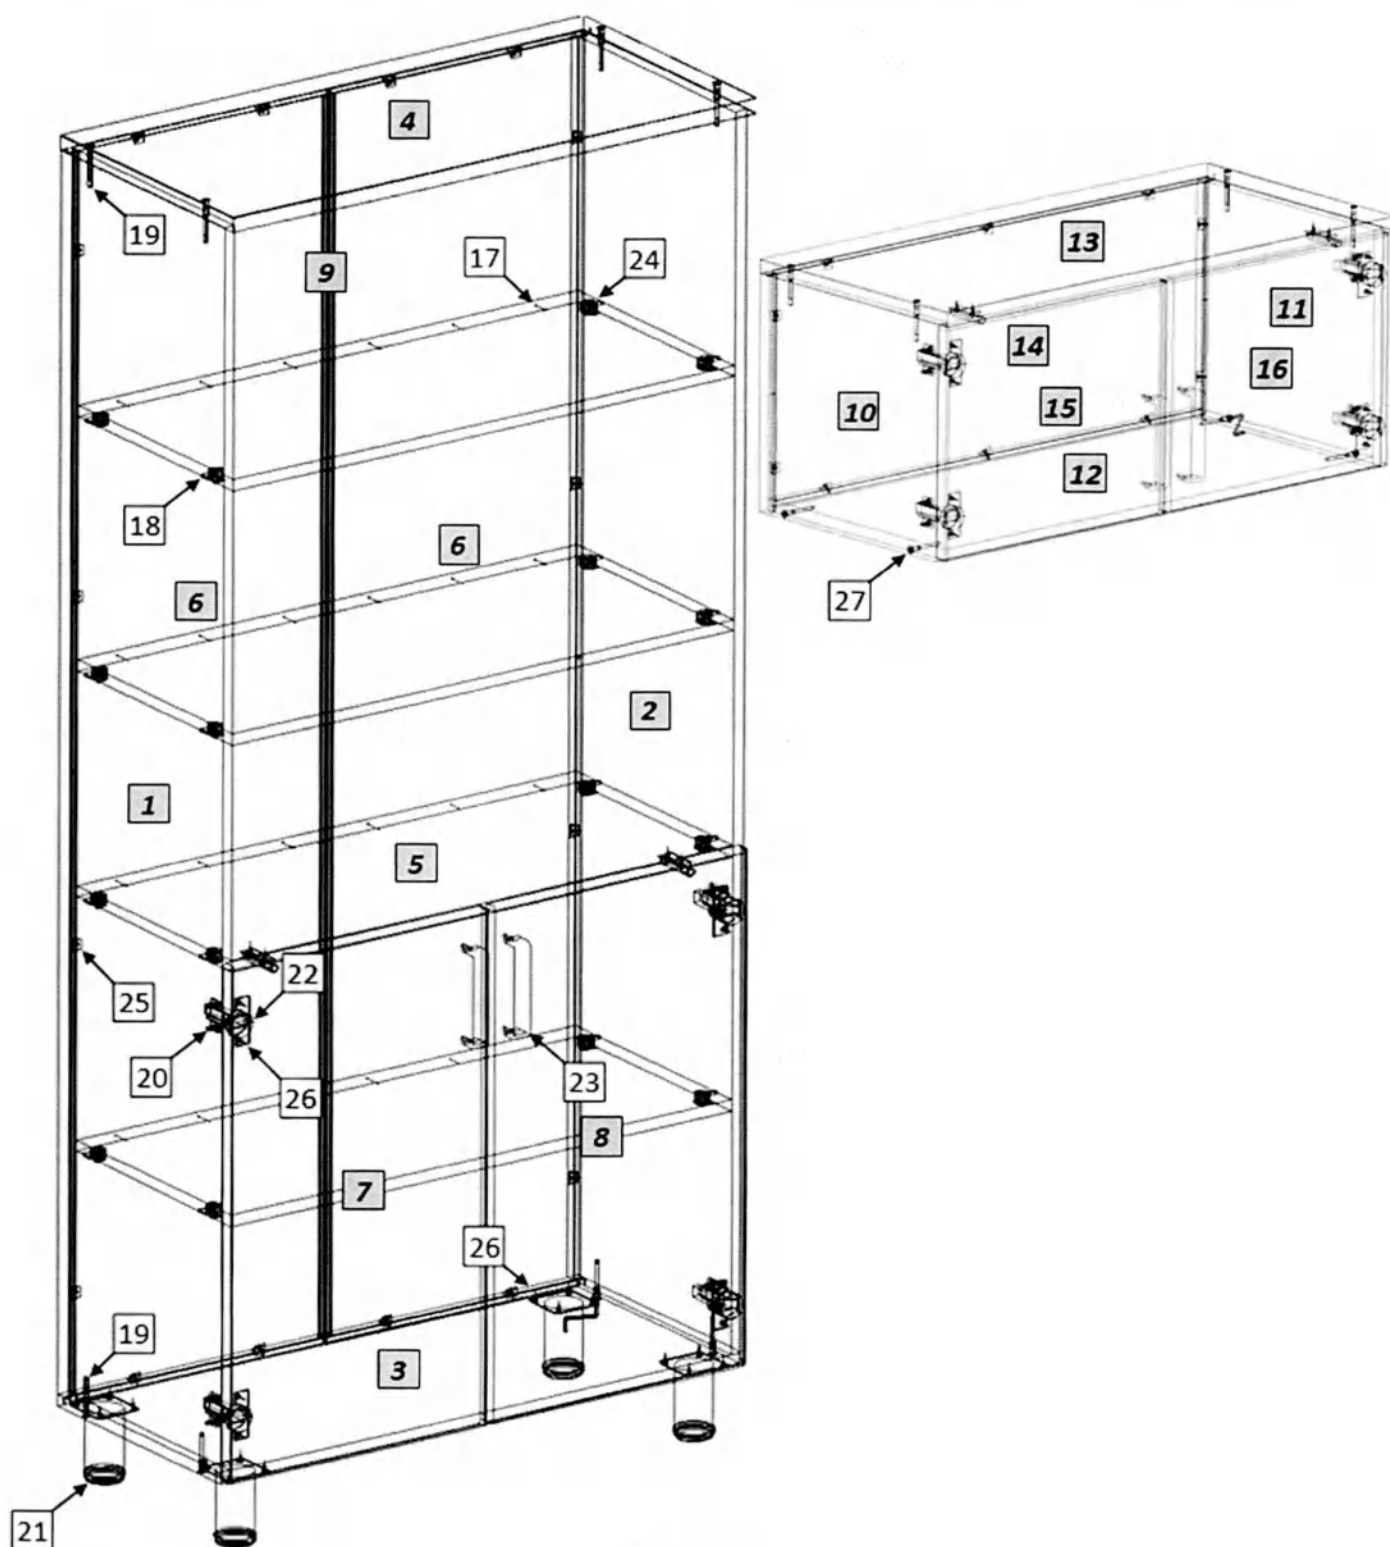

Рис. 1
1. Внимательно ознакомьтесь со схемой сборки, изображённой на рис. 1, сверяясь со спецификацией на изделие. Согласно схеме и спецификации определите расположение деталей в изделии и порядок их сборки. Сборка производится на ровном полу, укрытом материалом, предотвращающим повреждение покрытия пола и деталей мебели. Подготовьте необходимые для сборки инструменты – плоскую и крестовую отвёртки, молоток, рулетку или линейку.
2. На боковых стенках (1,2) установите ввинчиваемые дюбели эксцентриковых стяжек (11), установите монтажные планки петель (13). На горизонтальных стенках (5) установите эксцентриковые стяжки (17). Евровинтами (12) соедините боковые стенки (1,2) с горизонтальной нижней стенкой (3) и крышкой (4), установив в пазы задние стенки (6). В стык задней стенки устанавливается соединительный профиль (9). Закрепите задние стенки в пазах уголками (18). Установите и закрепите горизонтальные стенки (5), гвоздями (10) зафиксируйте к ним заднюю стенку на горизонтальной нижней стенке (3) шурупами (19) закрепите опоры (14).
3. На дверях (7,8) шурупами 4×16 (19) закрепите петли (15), установите ручки (16). Закрепите двери к боковым стенкам шкафа. Отрегулируйте положение дверей винтами петель.